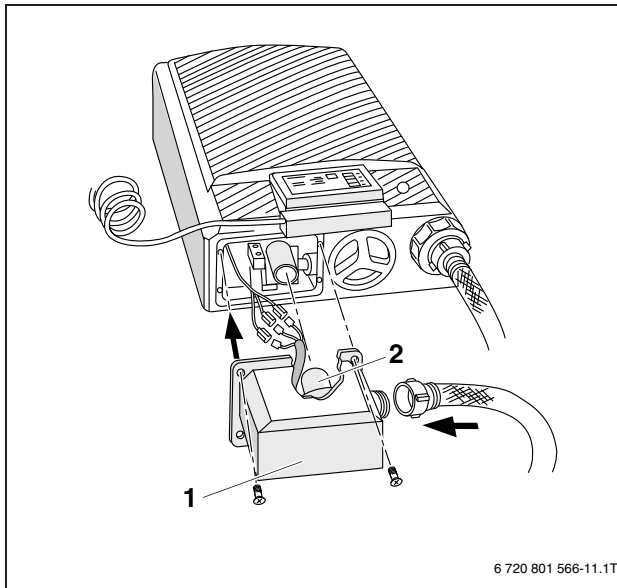

Рис. 12 Установка модуля повышения давления
- ▶ Соедините провод от корпуса насоса с проводом модуля повышения давления (→ рис. 12).
- ▶ Установите модуль повышения давления (→ рис. 12, [1]) так, чтобы вложенное уплотнительное кольцо (→ рис. 12, [2]) в его штуцере наделось на штуцер корпуса насоса.
- ▶ Совместите отверстия в корпусе насоса с отверстиями фланца и закрепите модуль повышения давления (→ рис. 12, [1]) 4 винтами к корпусу насоса.